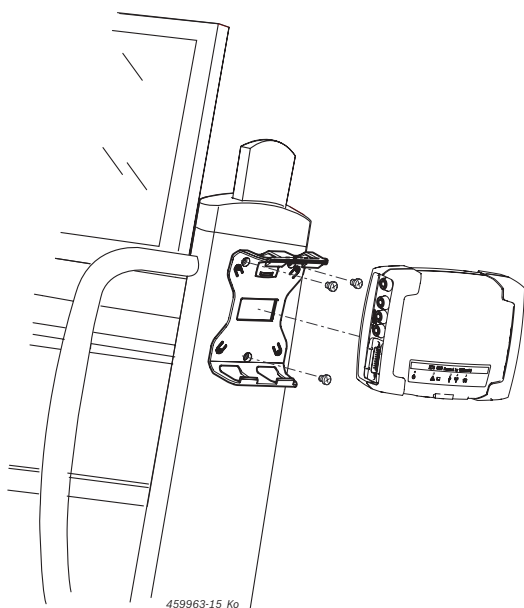

Fig. 7: Montaggio del supporto di fissaggio
1. Con le viti con testa a calotta presenti nella fornitura avvitare il supporto di fissaggio al carrello (fig. 7).